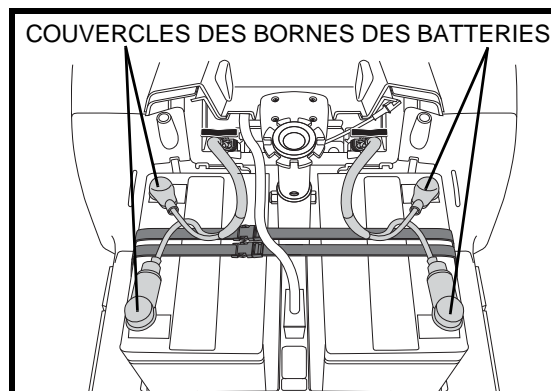

Figure 12. Enlèvement/installation des batteries
3. Débranchez les câbles à batteries en tirant droit vers le haut. **Voir la figure 12.**
4. Débranchez les câbles des bornes des batteries en soulevant la housse des bornes et en desserrant le boulon et l'écrou sur chaque borne. **Voir la figure 12.**